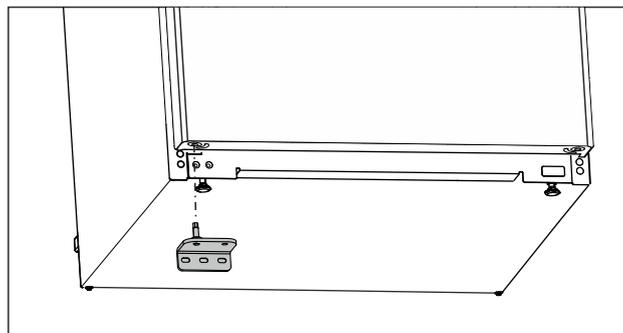

Fig. 25
- ▶ Placer le support de palier inférieur du côté opposé. (voir Fig. 25)